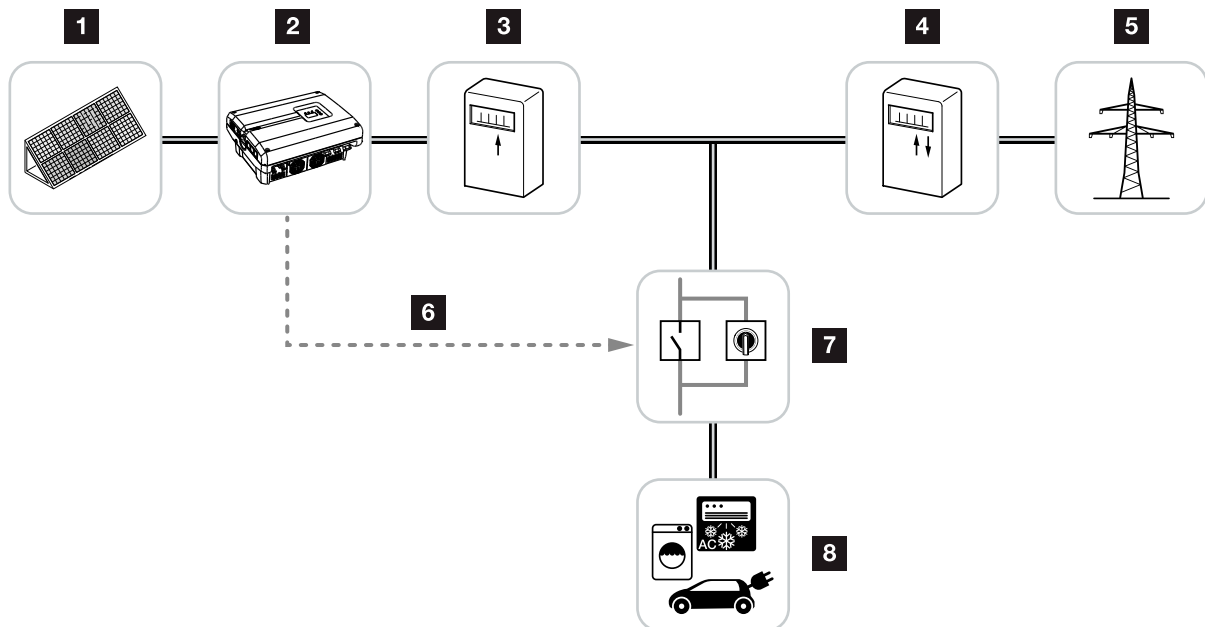

Abb. 53: Konfiguration Eigenverbrauch
3. Die weiteren Komponenten für den Eigenverbrauch fachgerecht installieren und anschließen. **Abb. 53**